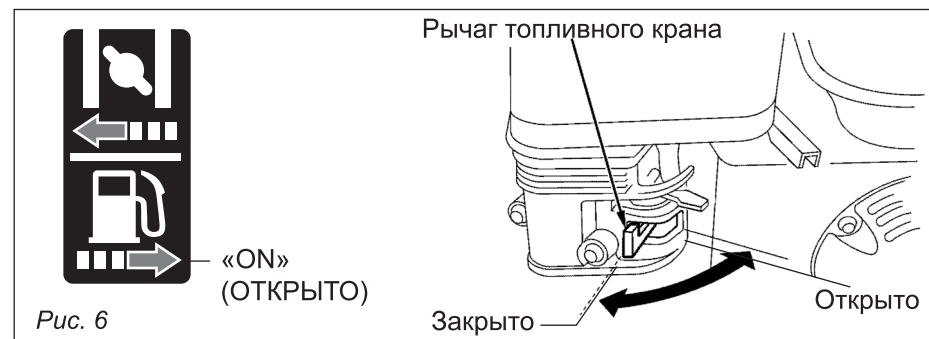

Рис. 6
- Поверните топливный кран в положение «ОТКР» (см. рис. 6).
1. Поверните топливный кран в положение «Закрыто» (рис. 6).